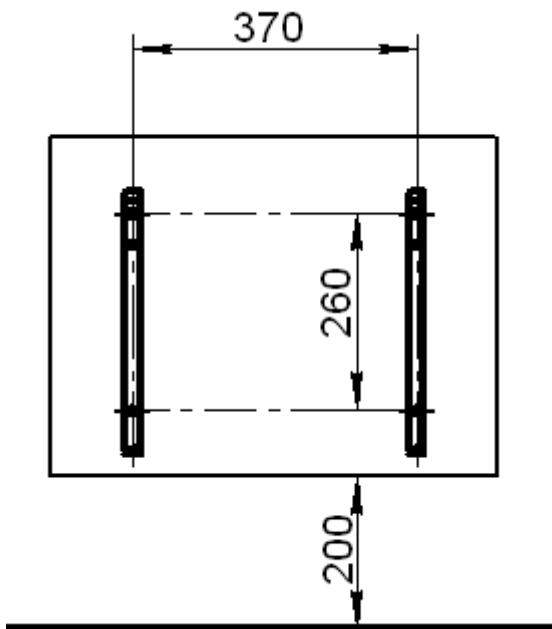

Рис.2
4. Для настінного встановлення конвектора, необхідно закріпити кронштейни настінного кріплення по координатах вказаних на Рис.2, витримуючи мінімальні відстані: до підлоги -200 мм, навколишніх предметів – з боків 150 мм та над конвектором 500 мм. Для стаціонарного встановлення конвектора на стіну, необхідно: